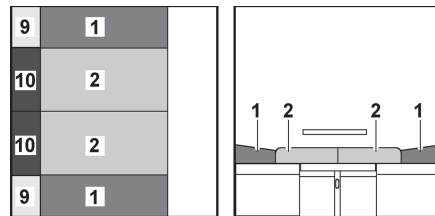

Fig. 141 Después de la transformación
- Tirar de los cojines del asiento (Fig. 141,2) hacia delante y hacia el centro.
- Colocar los cojines del respaldo (Fig. 141,1) entre los cojines del asiento y la pared.
- Colocar los cojines adicionales (Fig. 141,9) entre los cojines del respaldo y la pared.
- Colocar los cojines adicionales (Fig. 141,10) entre los cojines del asiento y la pared.
- ▷ Según el modelo, se deberán insertar dos cojines adicionales más pequeños en lugar del segundo cojín del respaldo (Fig. 141,1) y del segundo cojín adicional (Fig. 141,9).